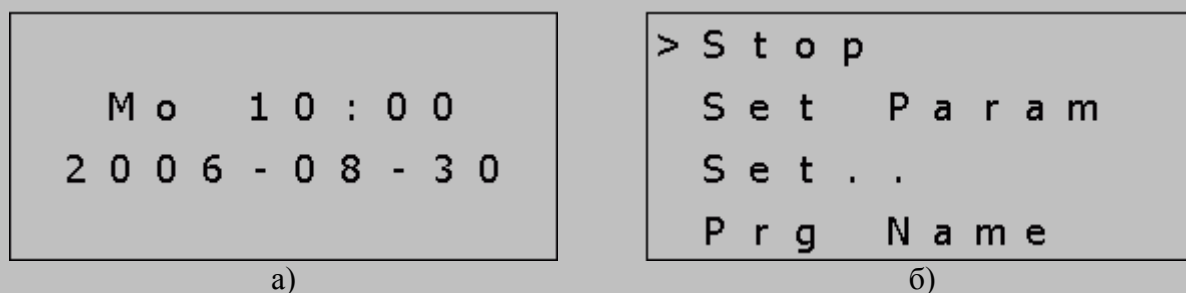

Рис. 5.2.2. Экран реле при выполнении программы
- 2). После включения реле находится в состоянии RUN (выполняет загруженную ранее программу). В этом случае на экране отображается «Меню запуска», обычно содержащее время и дату (рис. 5.2.2а). Нажатием кнопки «ESC» переходим к «Меню параметризации» (рис. 5.2.2б) и выполняем команды >**Stop**>**Yes**.
Для запуска загруженной программы выбираем пункт Start «Главного меню». Реле переходит в режим исполнения программы (RUN). В этом случае на экране отображается «Меню запуска», содержащее время и дату (рис. 5.2.2а). Нажимая кнопку управления ► (или ◀), последовательно переходим к другим экранам «Меню запуска», отображающим состояния входов (I), выходов (Q), аналоговых входов (AI), аналоговых выходов (AQ), флагов (M), экрану «Esc+Key» и к исходному экрану «Дата и время». На экранах цифровых входов, выходов и флагов (I, Q и M) состоянию «логическая 1» соответствует инвертированное отображение номера входа/выхода/флага в виде светлой цифры в черном прямоугольнике. Для аналоговых входов и выходов (AI, AQ) отображается нормированное значение сигнала в диапазоне 0...1000. Например, если для аналогового входа AI1 (совмещен с I7) установлен диапазон измерения 0...+10 В, то при напряжении +10,00 В на этом входе на экране AI: будет отображаться «1: 01000».